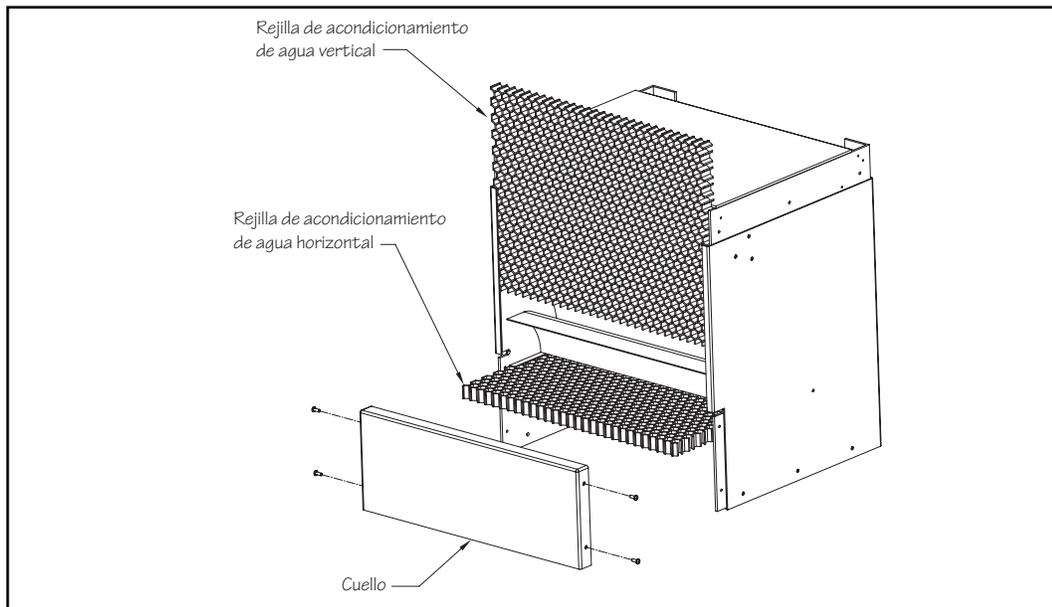

Fig. 6.3
6.4 Quite el collarín de la carcasa superior. Hay dos tornillos a cada lado del collarín. Presione la garganta de la carcasa y póngala a un lado. Levante la rejilla vertical de acondicionamiento del agua y sáquela de la carcasa. Extraiga la rejilla horizontal de su guía y de la carcasa. Asegúrese de quitar y eliminar los espaciadores de madera de la parte inferior de la carcasa antes de proceder (Fig. 6.3).